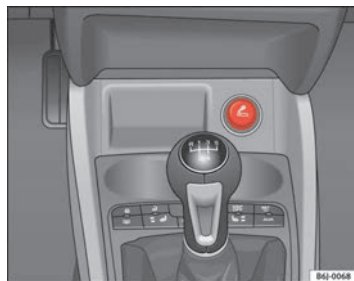

Abb. 82 Zigarettenanzünder
- Drücken Sie den Zigarettenanzünder ⇒ Abb. 82 zum Einschalten hinein ⇒ **!**.